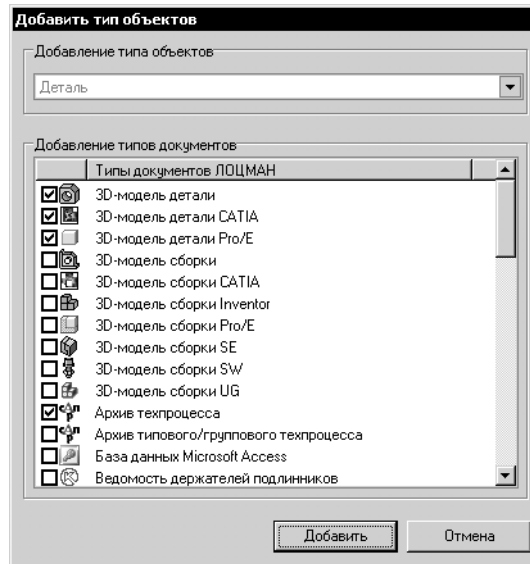

Рис. 23.30. Добавление типа объектов
3. В открывшемся окне **Добавить тип объектов** (рис. 23.30) установите маркеры напротив тех документов, которые требуется добавить.